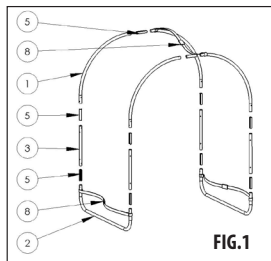

FIG.1
1) Assemblare il telaio portante utilizzando i rispettivi tubi e giunti (FIG. 1). AL MOMENTO DELL'ASSEMBLAGGIO DEL TELAIO OCCORRE APPLICARE LE CINTURE DOTATE DI FIBBIE (8). LE DUE CINTURE INFERIORI SERVONO PER FISSARE IL PANNELLO SOLARE. LA CINTURA SUPERIORE IMPEDISCE L'ALLARGAMENTO DELLA PARTE SUPERIORE DEL TELAIO ED È NASCOSTA SOTTO IL PANNELLO SOLARE.